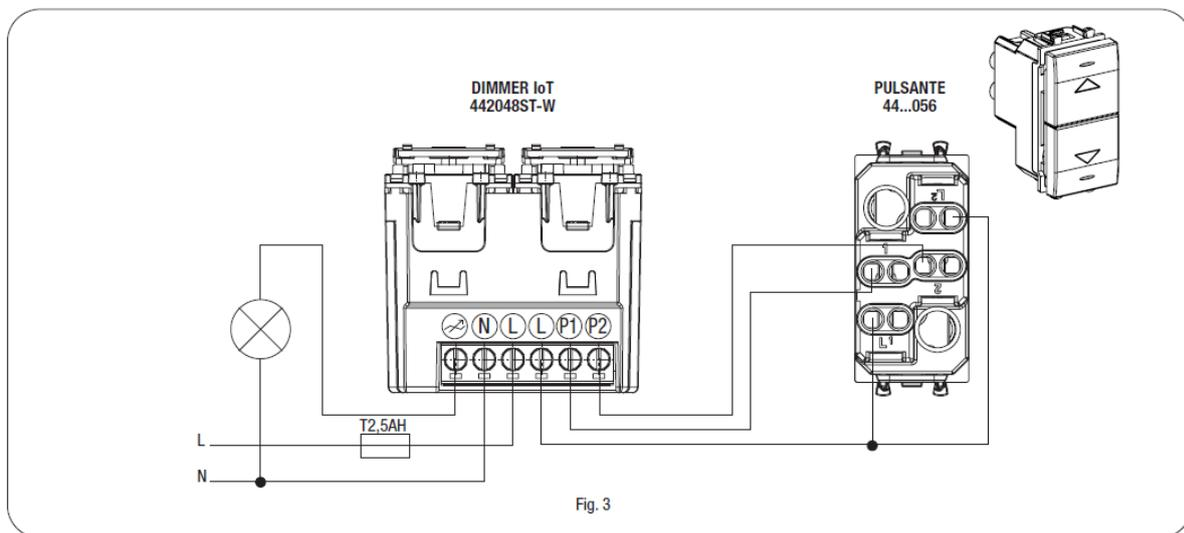

Fig. 3
Il dispositivo può essere comandato remotamente tramite da pulsanti remoti collegati ai morsetti P1 e P2 e possono collegarsi indistintamente al conduttore di Linea (L) o a quello di Neutro (N). Per facilitare il collegamento dei pulsanti in prossimità al dispositivo, è stato previsto un secondo morsetto di Linea (L) vedi fig.3.